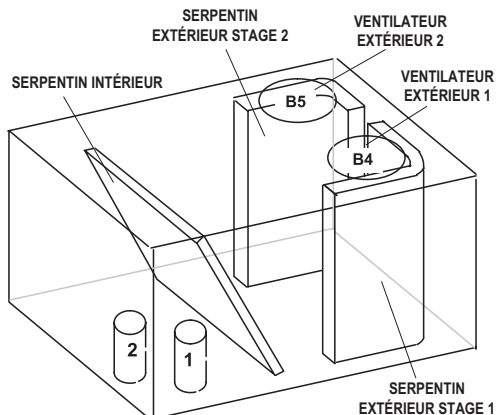
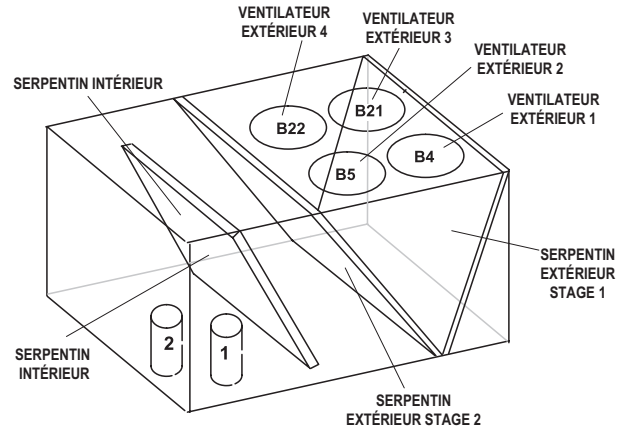

FIGURE 26
FIGURE 27
- 3 - Les unités contiennent deux circuits de réfrigérant. Voir FIGURE 26 ou FIGURE 27.